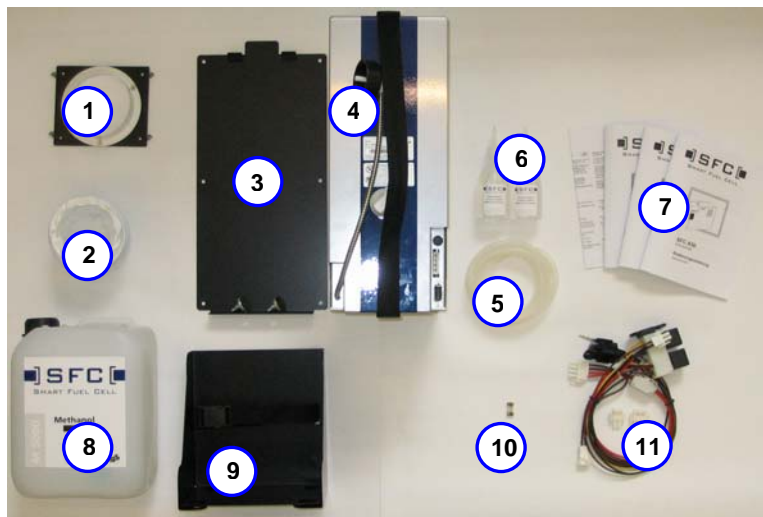

Abbildung 1: SFC A50 RV für Reisemobile und Tankpatrone M5
- Gerät SFC A50 (Abb.1; 4)
- Montageblech inkl. 2 Rändelschrauben (Abb.1; 3)
- Tankpatronenhalterung mit Gurt (Abb.1; 9)
- Prozessabluft-Set (Abb.1; 5)
- Kühlluft-Set (Abb.1; 1, 2)
- Kabelbaum für Fahrtabschaltung (Abb.1; 11)
- Sicherung 250 V 6,3 A m (je 2 Stück) (Abb.1; 10)
- Prozessmedium (2 Flaschen) (Abb.1; 6)
- Dokumente (Bedienungsanleitung D, E, I, F und Einbauanleitung D, E,) (Abb.1; 7)